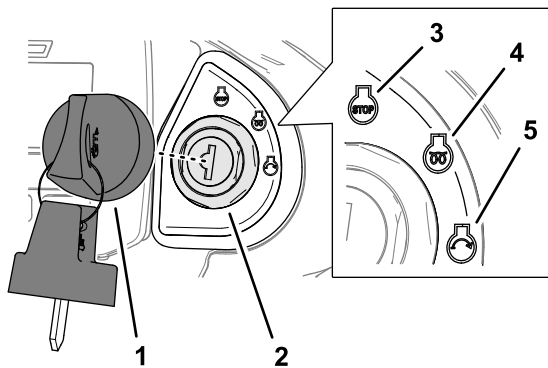

Figura 25
4. Gire la llave a la posición de Desconectado (parada) (Figura 25).